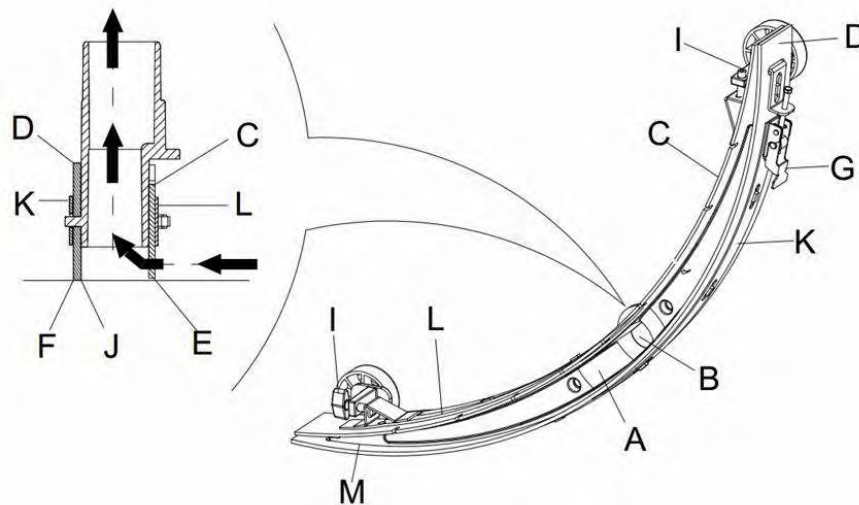
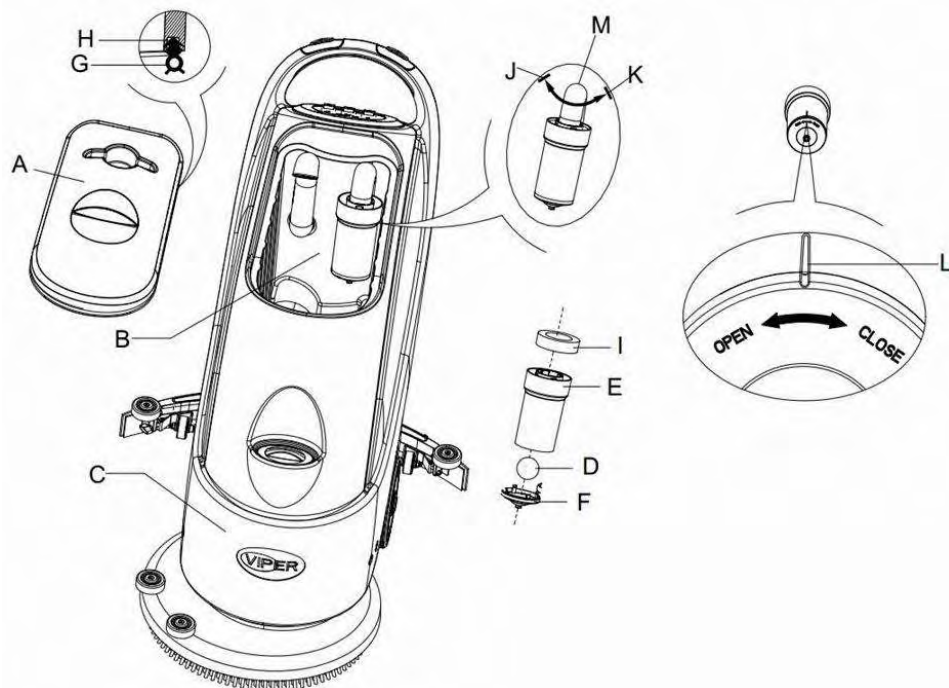

Figura 15
Figura 16
2. Premere l'interruttore (41) in posizione "O" per spegnere l'apparecchio.
3. Svitare il pomo di fissaggio (16) del tergipavimento; staccare il connettore che collega il tubo di drenaggio del tergipavimento, e staccare il tergipavimento.
4. Usare la manopola di sollevamento del tergipavimento (14) per sollevare il telaio di supporto del tergipavimento.
5. Pulire il tergipavimento (**Figura 15**). Pulire in particolare la scanalatura (**A, Figura 15**) e rimuovere sporcizia e frammenti dal tubo di aspirazione. Verificare che la lama frontale del tergipavimento (C) e la lama posteriore del tergipavimento (D) siano intatte, e se ci sono bordi incrinati o fessure. Cambiarli se necessario (fare riferimento ai passi nella sezione successiva).
1. Seguire le modalità riportate nella sezione precedente per pulire il tergipavimento (**Figura 15**).
2. Verificare il bordo (**E, Figura 15**) della lama frontale del tergipavimento e il bordo (F) della lama posteriore del tergipavimento (D). Lungo l'intera lunghezza, dovrebbero essere allo stesso livello. Altrimenti, regolarne le altezze attraverso la seguente procedura.
- Aprire il gancio (G) per far sì che la lama posteriore (D) si stacchi dal supporto (M) per la regolazione della posizione del tergipavimento. Quindi bloccare di nuovo il gancio.
- Allentare la manopola (I) per regolare la lama anteriore (C); stringerla dopo la regolazione.
3. Verificare se la lama frontale (C) e la lama posteriore del tergipavimento (D) sono intatte e se vi sono incrinature o fessure. Se necessario, cambiarle nel seguente modo. Verificare se il bordo frontale della lama posteriore (J) è usurato. Se usurato, può essere installato capovolto (il bordo
3. Aprire il coperchio del serbatoio di raccolta (A, Figura 15), e togliere il galleggiante (36) dal serbatoio di raccolta.
4. Usare acqua pulita per sciacquare il coperchio del serbatoio di raccolta (A), il serbatoio (B e C), e il telaio di supporto del filtro (E). Per mezzo del tubo di drenaggio (16), far uscire l'acqua dal serbatoio di raccolta.
5. Se necessario, seguendo i simboli "Aperto" e "Chiuso" come indicato nella Figura 16, aprire il serbatoio sul fondo (F) del filtro e pulire il galleggiante (D), il telaio di supporto del filtro (E), e il filtro di spugna (I). Dopo la pulizia, fissare il galleggiante al telaio di supporto del filtro (E), e poi allineare la scanalatura (L) del coperchio del fondo (F) del filtro galleggiante con la scanalatura (L) del telaio di supporto del filtro (E). Avvitare strettamente il coperchio (F) del filtro del galleggiante, e fissare il filtro di spugna (I) al telaio di supporto del filtro (E), e quindi al tubo di aspirazione (M).
- Verificare l'efficacia della guarnizione di chiusura (G) del serbatoio di raccolta.
Se necessario, la guarnizione di chiusura del serbatoio di raccolta (G) può essere estratta dalla scanalatura (H) e sostituita. Nell'assemblare un nuovo serbatoio di raccolta, come mostrato nella **Figura 16** sotto, installare il connettore nella sezione mediana della parte posteriore.
- Verificare che la superficie di inserimento della guarnizione di chiusura (G) sia intatta e la sigillatura sia efficace.
- Chiudere il coperchio del serbatoio di raccolta (A).